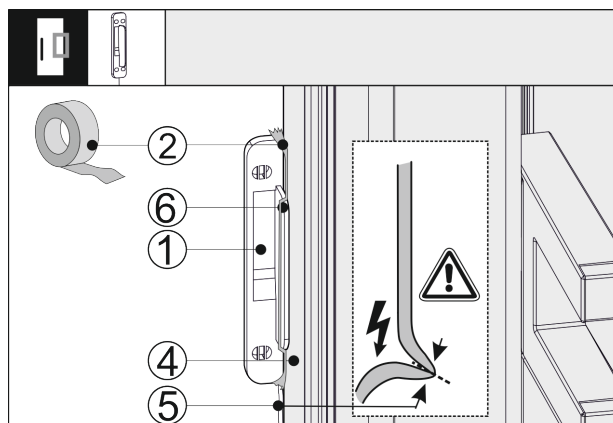

Fig. 42
- ▶ Așezați senzorul pentru ciocănit Fig. 42 (1) pe partea laterală a ușii aparatului Fig. 42 (4), astfel încât opritorul Fig. 42 (6) să fie în contact cu ușa aparatului Fig. 42 (4). Cablul senzorului Fig. 42 (5) este ușor tensionat și este de asemenea atașat la ușa aparatului Fig. 42 (4).
- ▶ Fixați senzorul pentru ciocănit Fig. 42 (1) cu banda adezivă Fig. 42 (2). Senzorul pentru ciocănit este înșurubat ulterior pe frontul mobilierului.